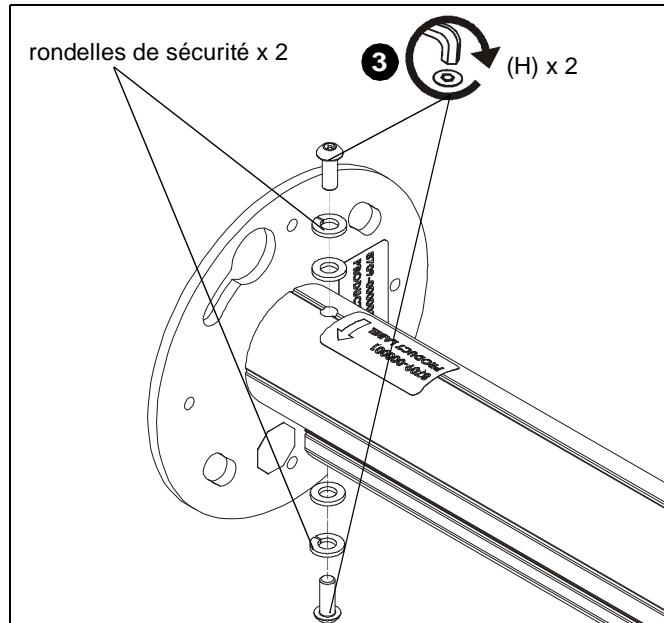

Figure 3
- Utilisez deux vis de sécurité (H) M6 x 16 mm et des rondelles retirées à l'étape 2 pour fixer la colonne de montage de série KITE à la plaque adaptatrice. (Voir Figure 3)
IMPORTANT ! : Les rondelles doivent être installées à nouveau dans le même ordre, les rondelles de sécurité étant plus proches des têtes des vis. (Voir la Figure 3)